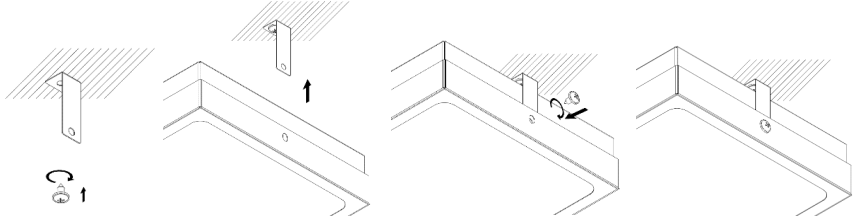

Рисунок 5.
5.5.1. При помощи тонкой отвертки либо другого подходящего подручного инструмента аккуратно извлеките три пластиковые заклепки из съёмной боковой крышки. Снимите крышку и извлеките рассеиватель (Рисунок 5, а).